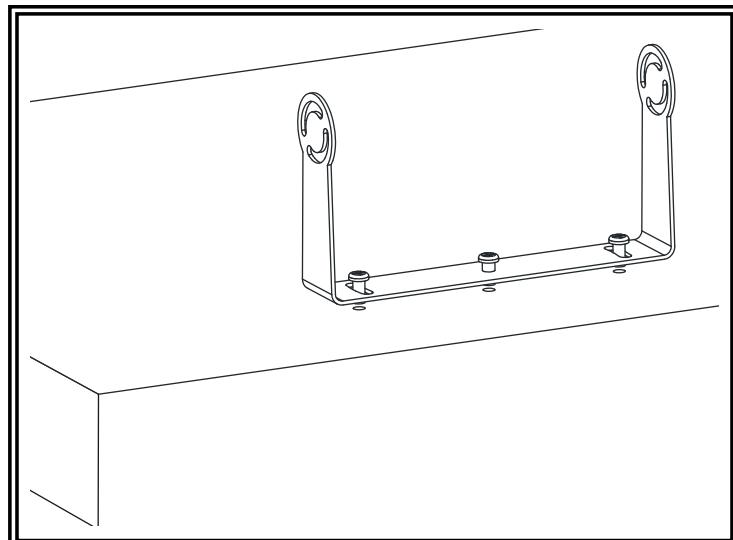

Figure 4
1. Choisissez un emplacement adapté sur le véhicule et fixez la patte de support en U à l'aide des vis (Figure 4)